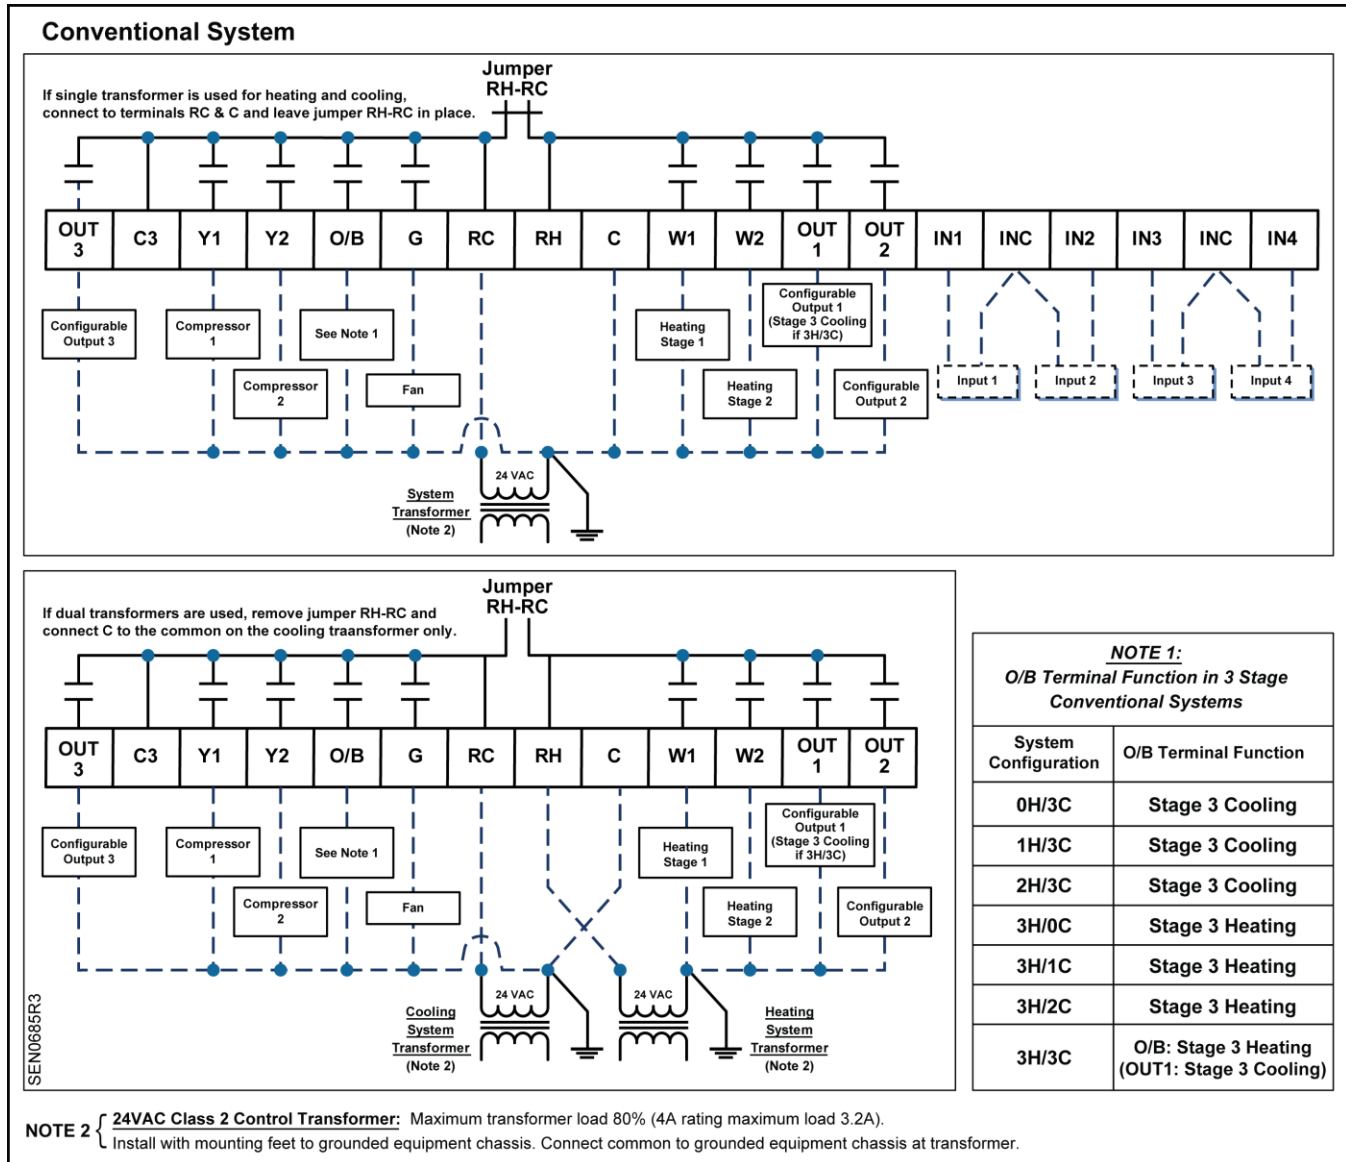
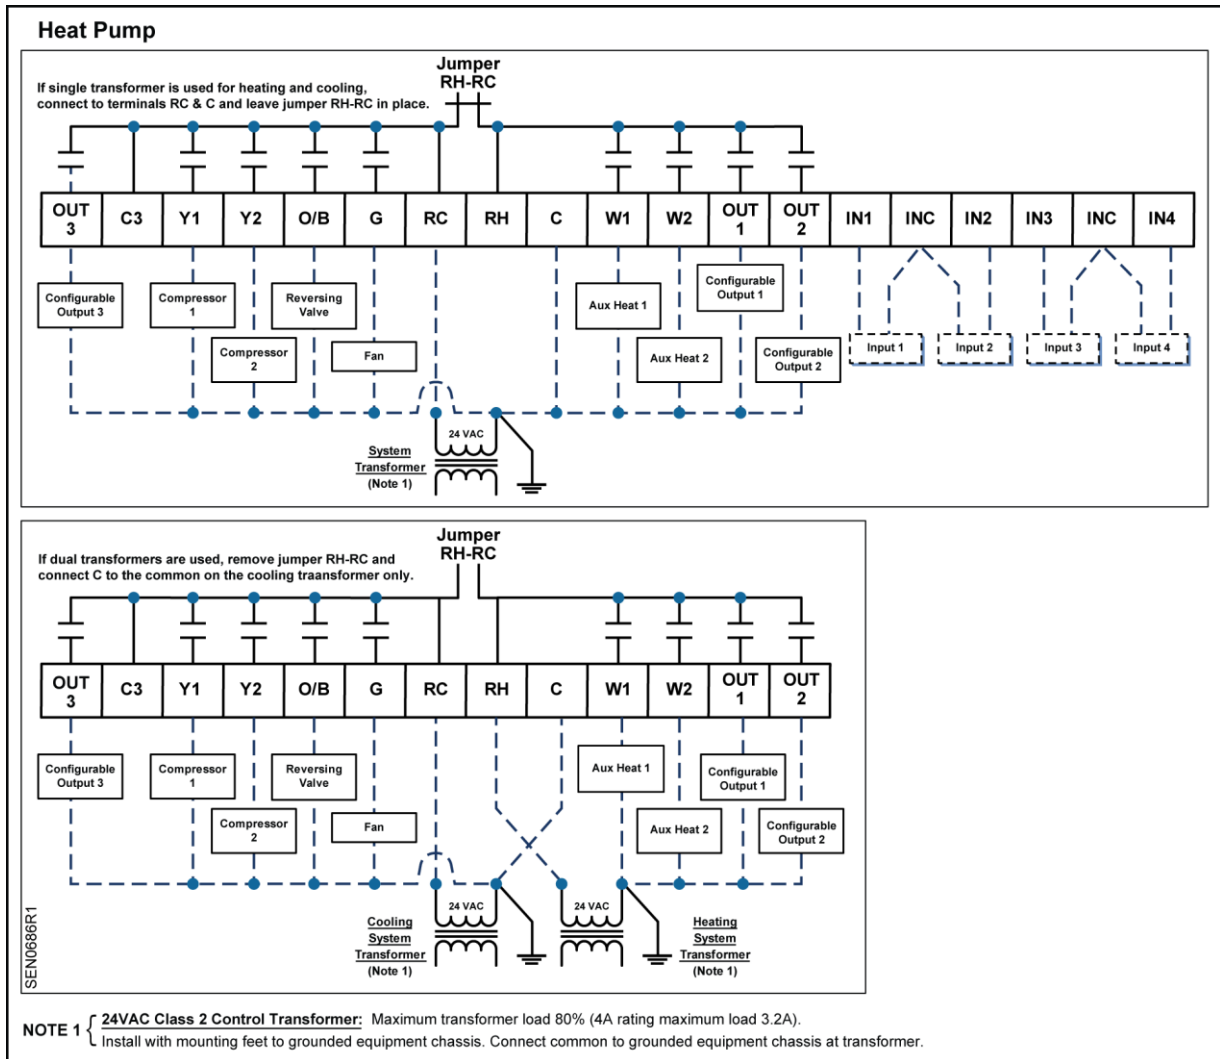

Figure 5. Schéma de raccordement pour système conventionnel.
Figure 6. Schéma de raccordement, pompe à chaleur.
- a. Vérifiez les schémas des équipements CVC pour les connexions requises. Voir *Schémas de raccordement*, Figure 5 et Figure 6.